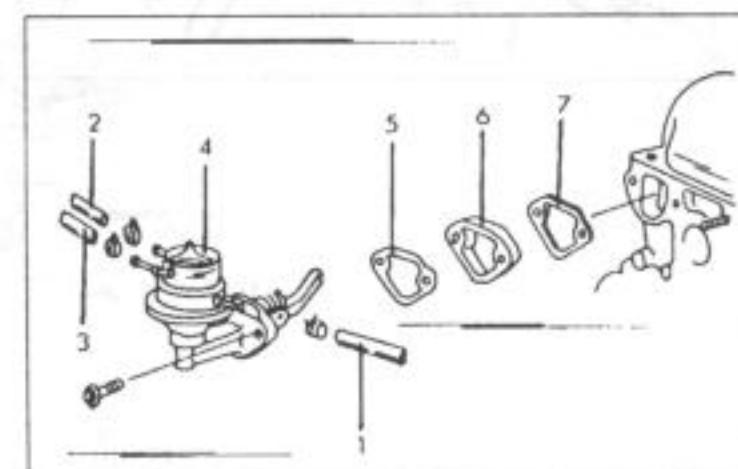

Рис. 137.
- При нормальных условиях должно быть достаточно, если холостой ход регулируется болтом дроссельной заслонки. Снять насос с промежуточным фланцем и уплотнением с головки блока цилиндров (рис. 137).